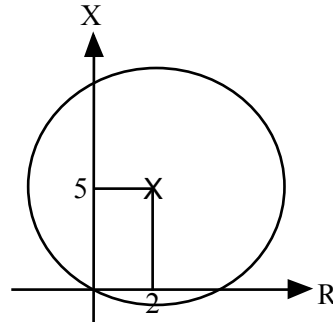

Figura 15
26. Determine si el relé de admitancia cuya característica se muestra en la Figura 15 opera, para los siguientes valores de Impedancia: